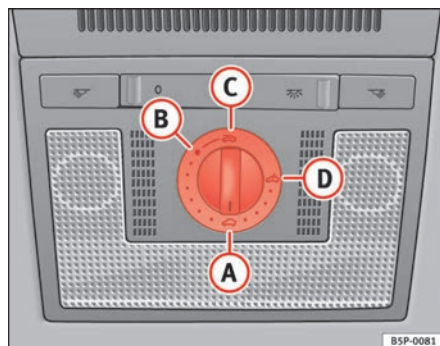

Fig. 69 Detalle del revestimiento interior del techo: mando giratorio del techo corredizo / deflector
- Gire el mando a la posición **A** ⇒ fig. 69 ⇒ **!**.